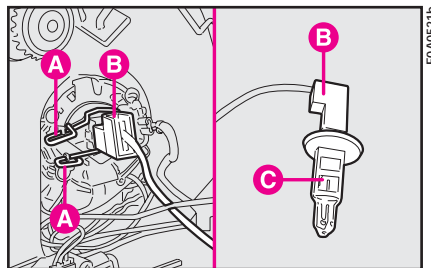

рис. 19
2) Нажав фиксатор **А**, отсоедините разъем **В** и извлеките лампу **С** (рис. 19).